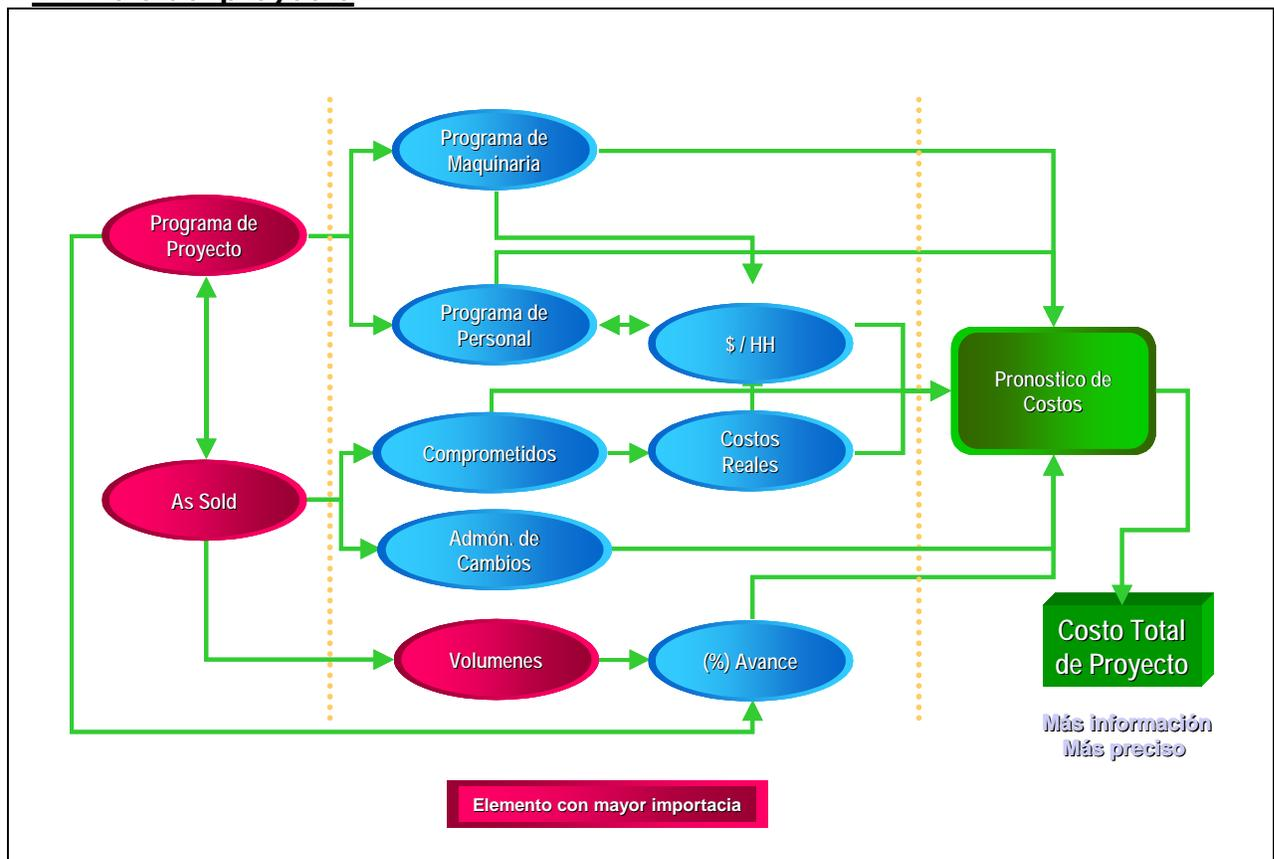
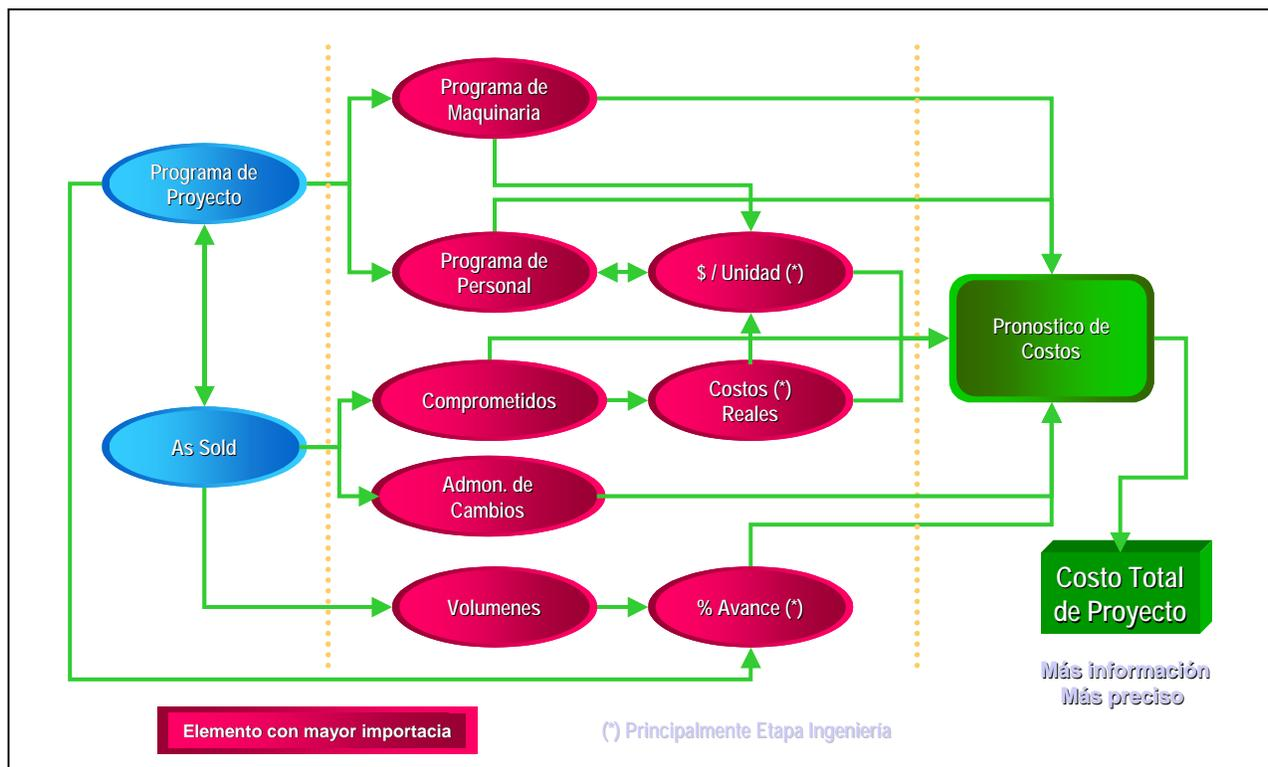
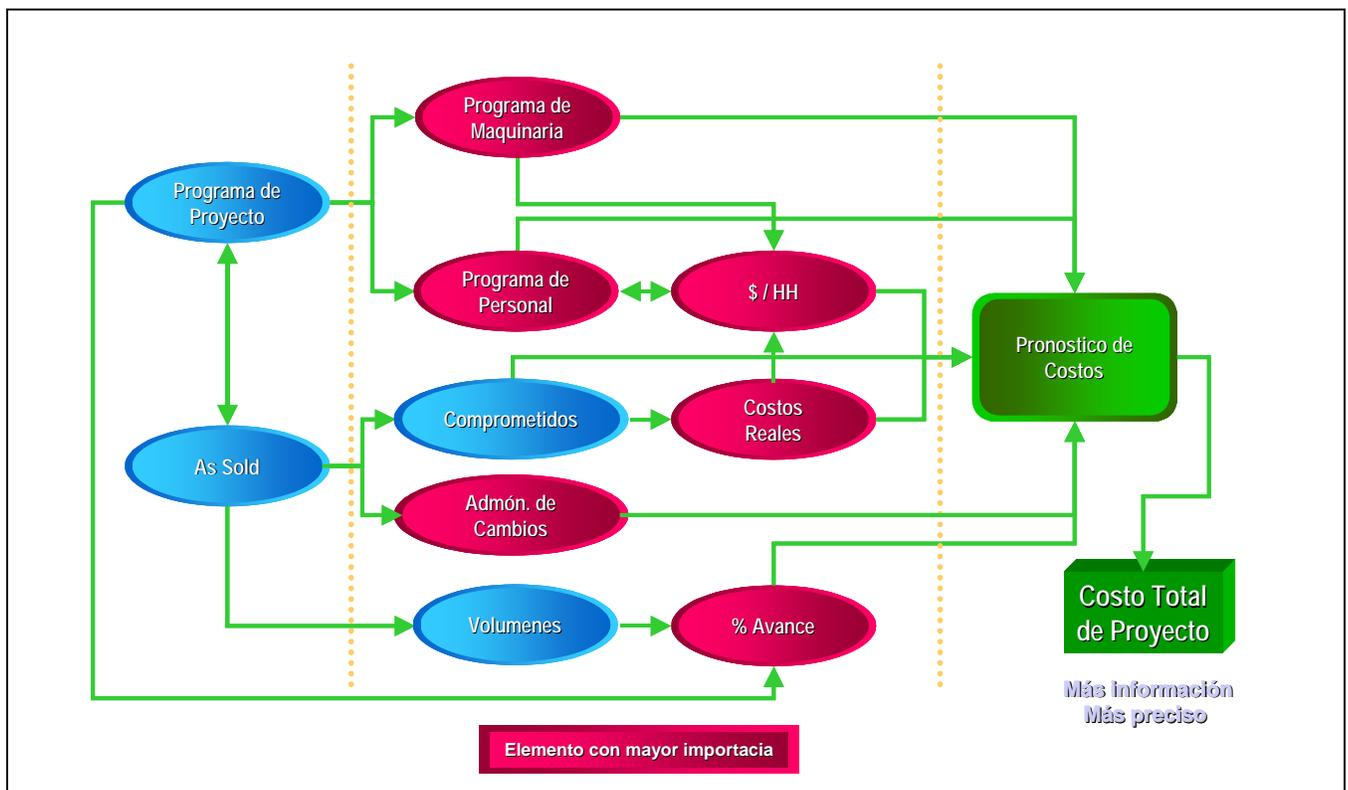

Figura 3.2 Elementos de mayor importancia al inicio del proyecto
Figura 3.3 Elementos de mayor importancia durante la ejecución del proyecto
Figura 3.4 Elementos de mayor importancia al final del proyecto
- b) El análisis y metodología para determinar el pronóstico, se enfocará dependiendo en la fase en que se encuentre el proyecto y tomando en cuenta los elementos importantes de cada fase como se muestra en las figura 3.2 para el inicio del proyecto, en la figura 3.3 para la ejecución del proyecto y la figura 3.4 para el cierre del proyecto.